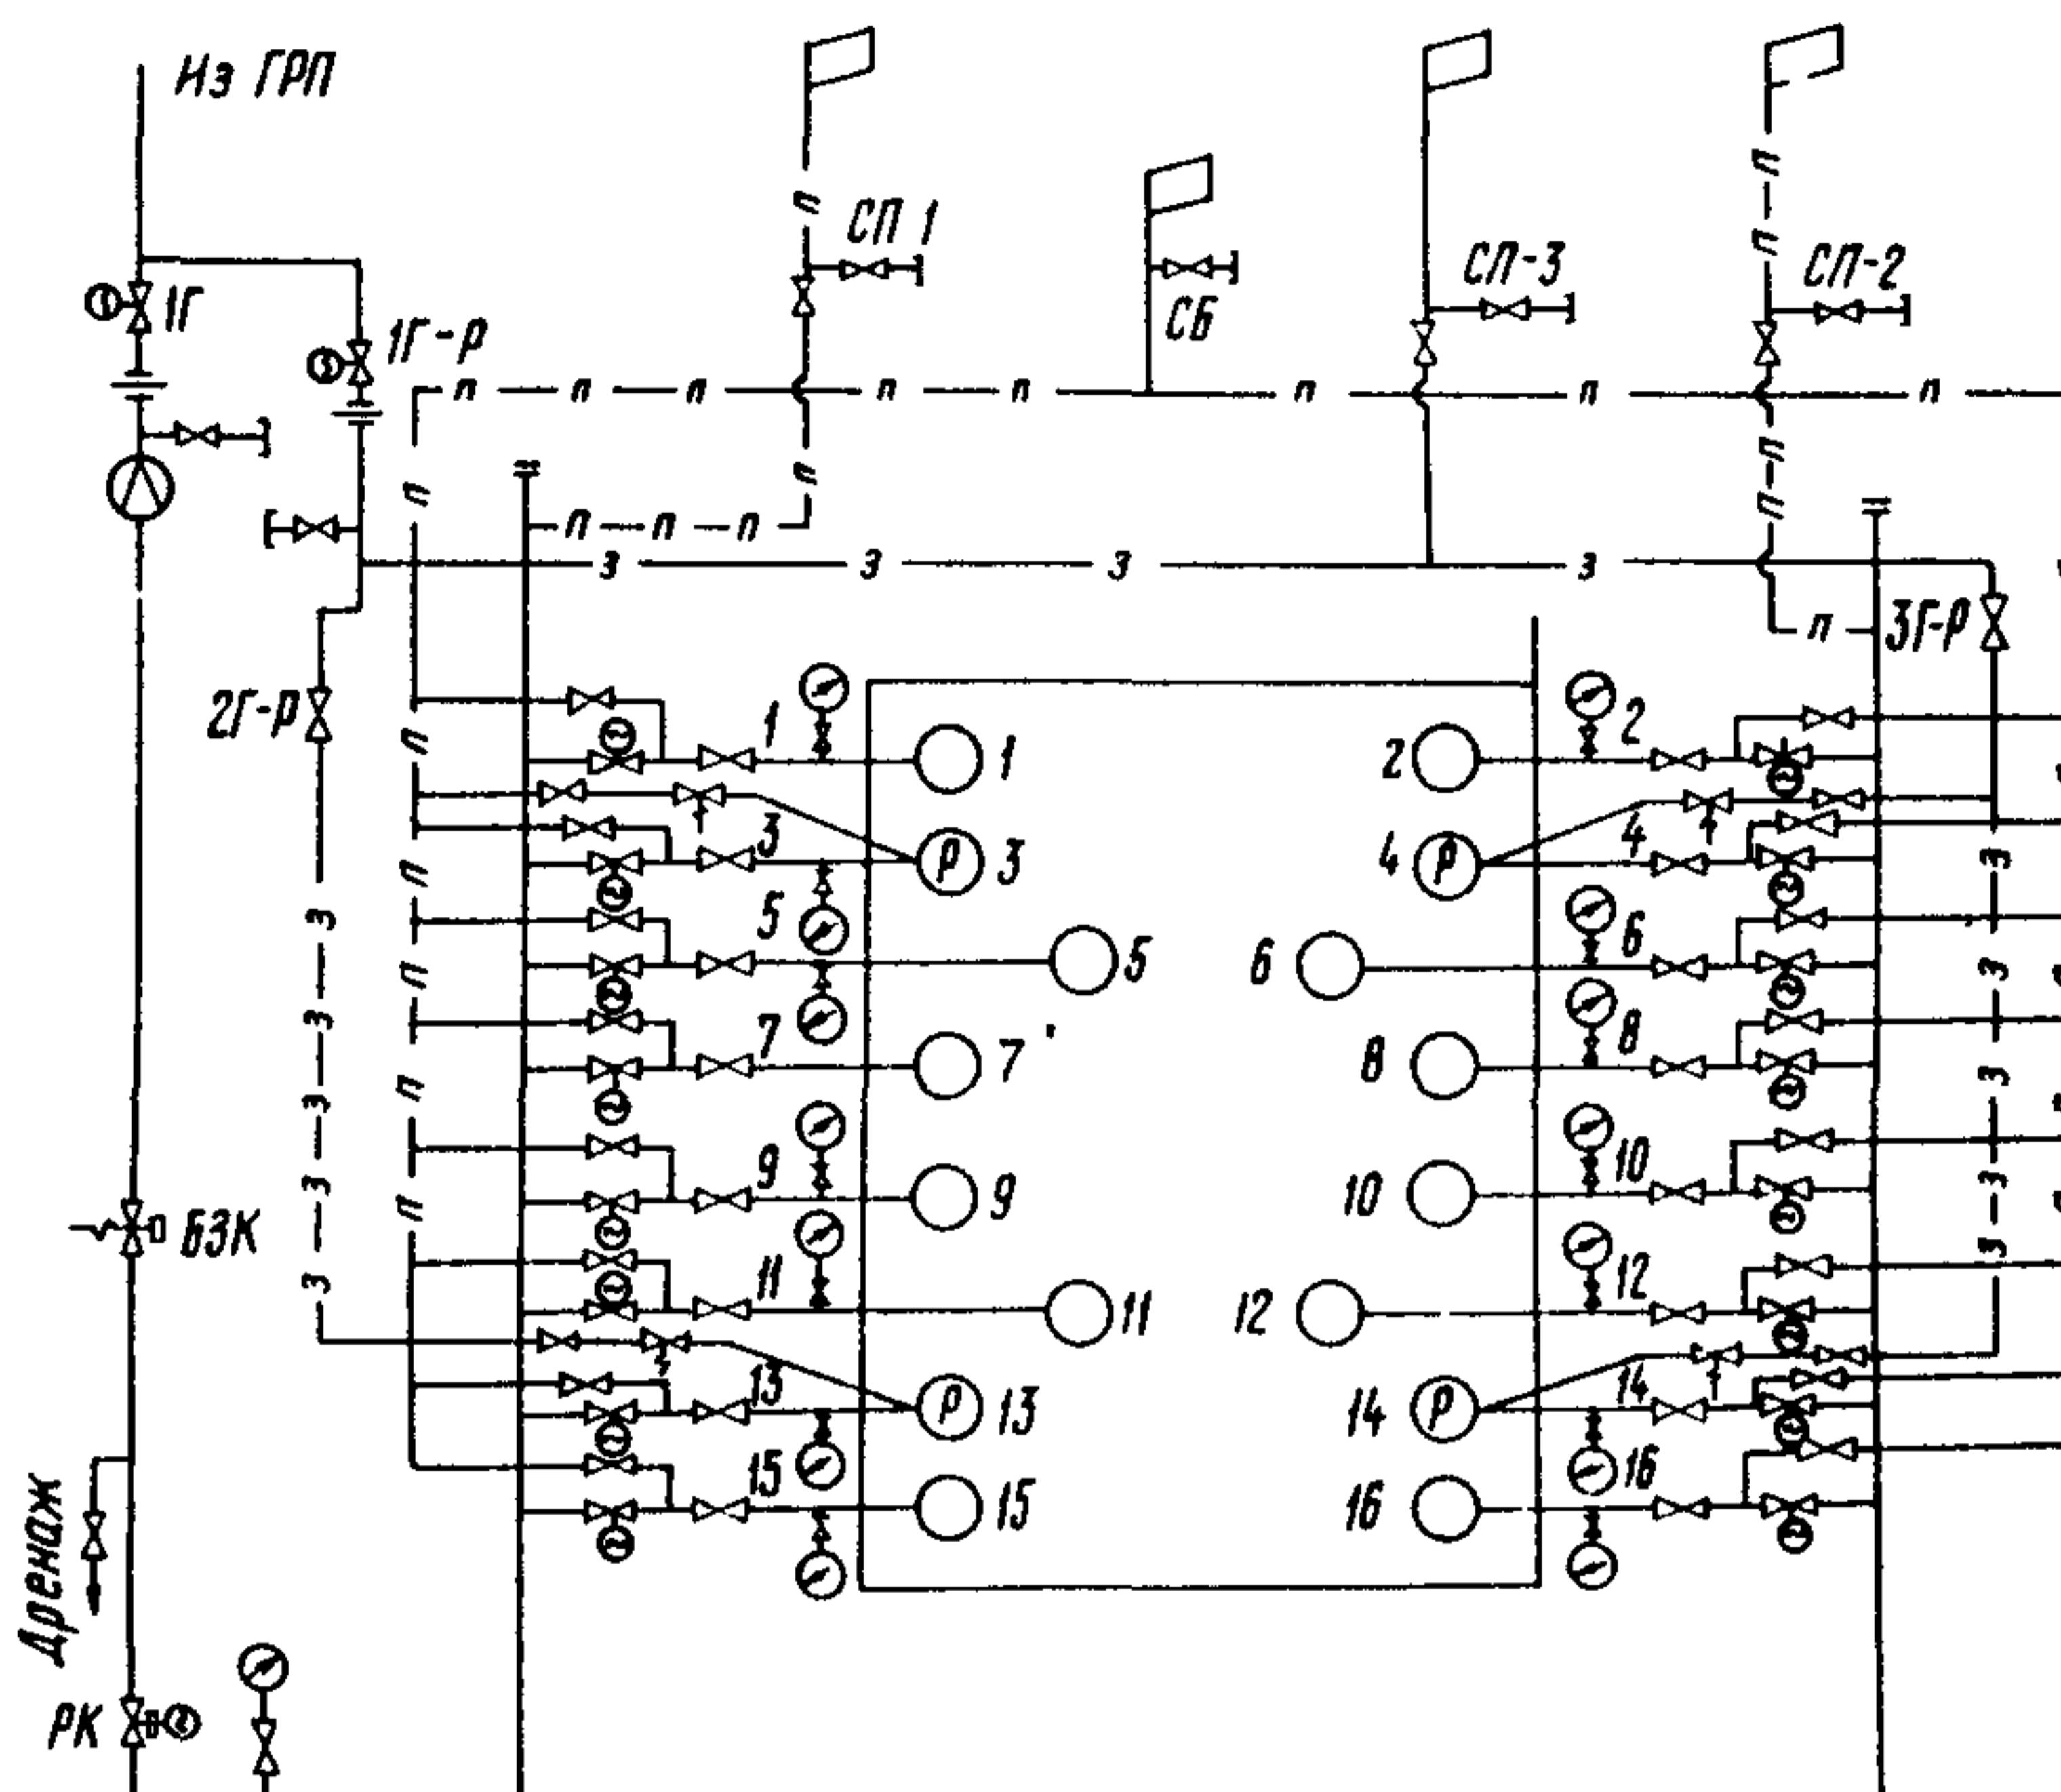

Рис.2. Схема газопроводов:
I. I. I8. Соберите схему газопроводов котла (рис.2), для